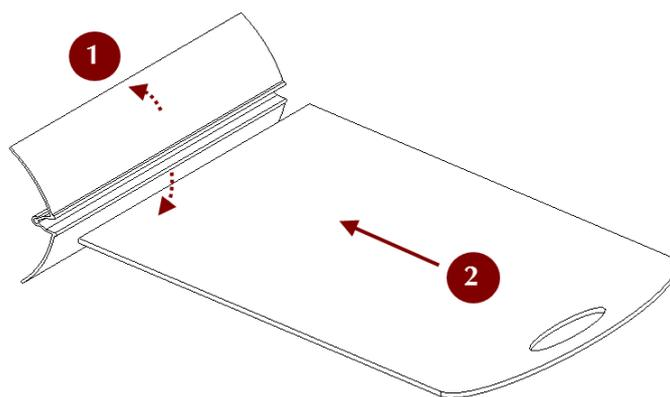

Abbildung 146: Den Träger zusammensetzen.
3. Das Bord gemäß Abb. 146 in den Spalt einführen.